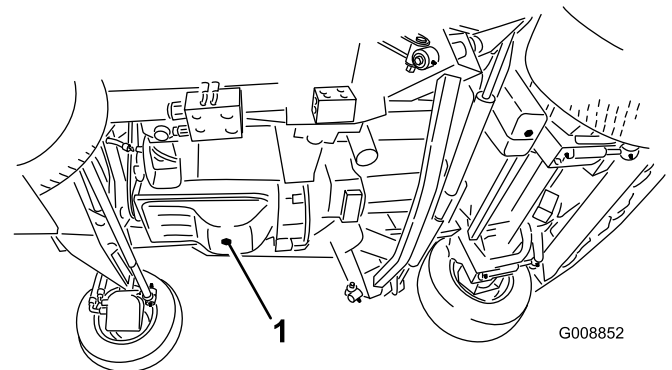

Figure 61
1. Enlevez le bouchon de vidange et laissez couler l'huile dans un bac de vidange (Figure 61).